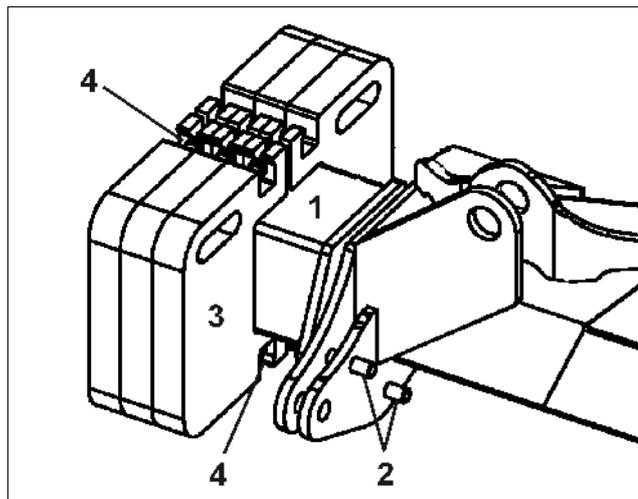

Fig. 9
- Skru fast festerøret (Fig. 9/1) med 4 skruer (Fig. 9/2) på utsiden av utliggeren.
- Skru på to og to tilleggsvekter (Fig. 9/3 på festerøret (Fig. 9/4) og sikre dem.